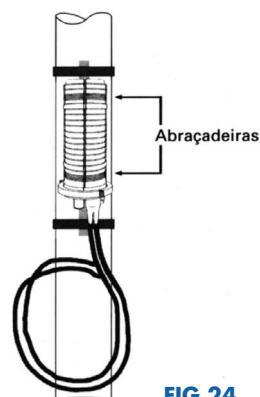

FIG.24
3. Posicione o FOSC sobre a barra e fixe-o na posição indicada, utilizando as abraçadeiras de aço fornecidas no suporte. **(FIG.24)**